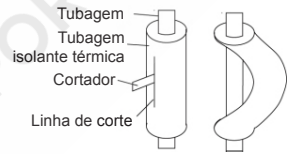

Fig. 10
- (2). Não dobre a tubagem num ângulo superior a 90°.
- (3). Se as tubagens forem dobradas ou esticadas repetidas vezes, o material irá endurecer, dificultando uma nova dobragem ou esticamento das mesmas. Não dobre ou estique as tubagens mais do que três vezes.
- (4). Ao dobrar a tubagem, não a dobre como ela está. A tubagem irá colapsar. Neste caso, corte a tubagem isolante térmica com um cortador afiado, como mostrado na Fig. 10 e dobre-a após expor a tubagem. Após dobrar a tubagem conforme pretendido, certifique-se de que coloca a tubagem isolante térmica novamente na tubagem e fixe-a com fita.